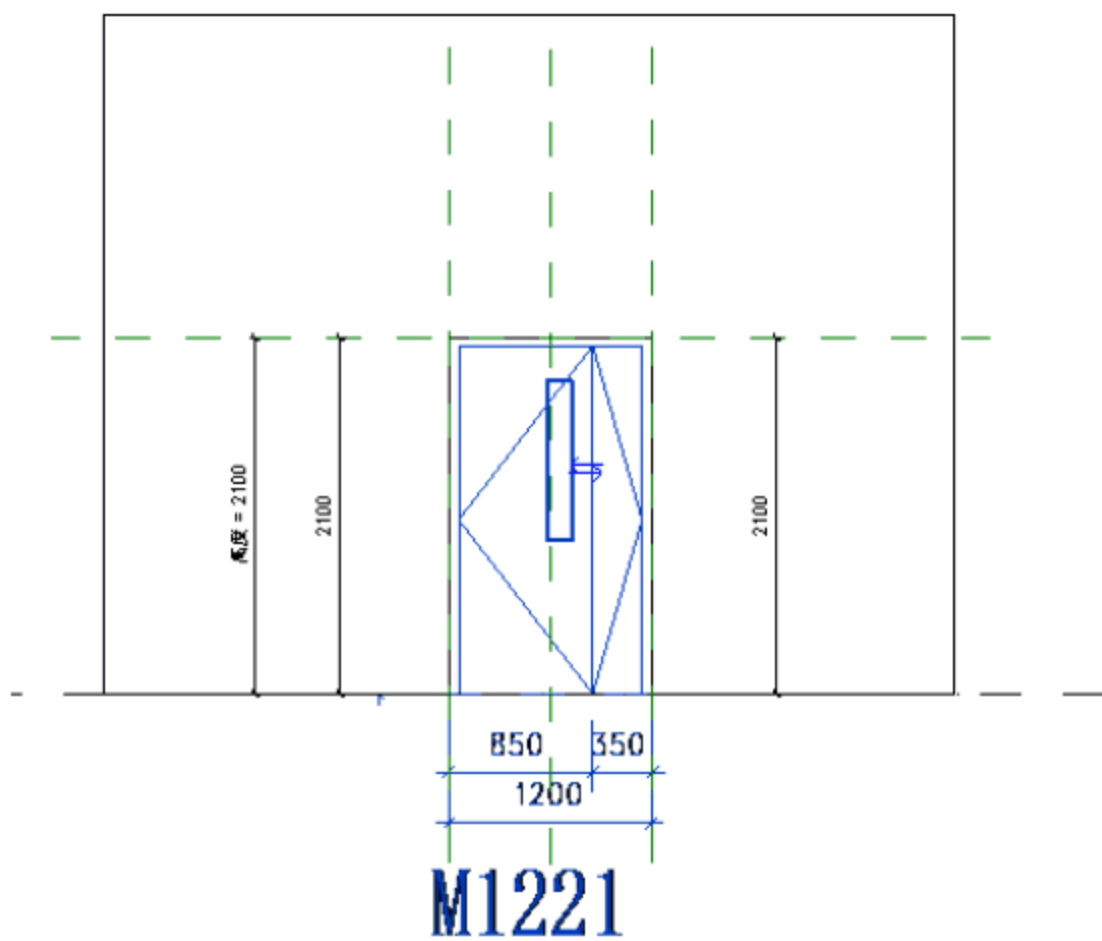

图 6.1.87 调整后的子母门 M1221.dwg
(8) 调整 CAD 图形。选定导入的“子母门 M1221.dwg”CAD 图形,按快捷键 M+V,将“子母门 M1221”的导入 CAD 图形移动至如图 6.1.87 所示位置。